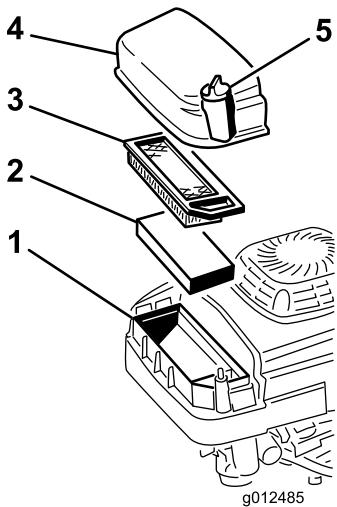

Figure 37
- Retirez la vis de fixation du couvercle du filtre à air (Figure 37).
- Enlevez le couvercle et nettoyez-le soigneusement (Figure 37).
- Enlevez et examiner l'élément filtrant en papier (Figure 37) et mettez-le au rebut s'il est excessivement encrassé.